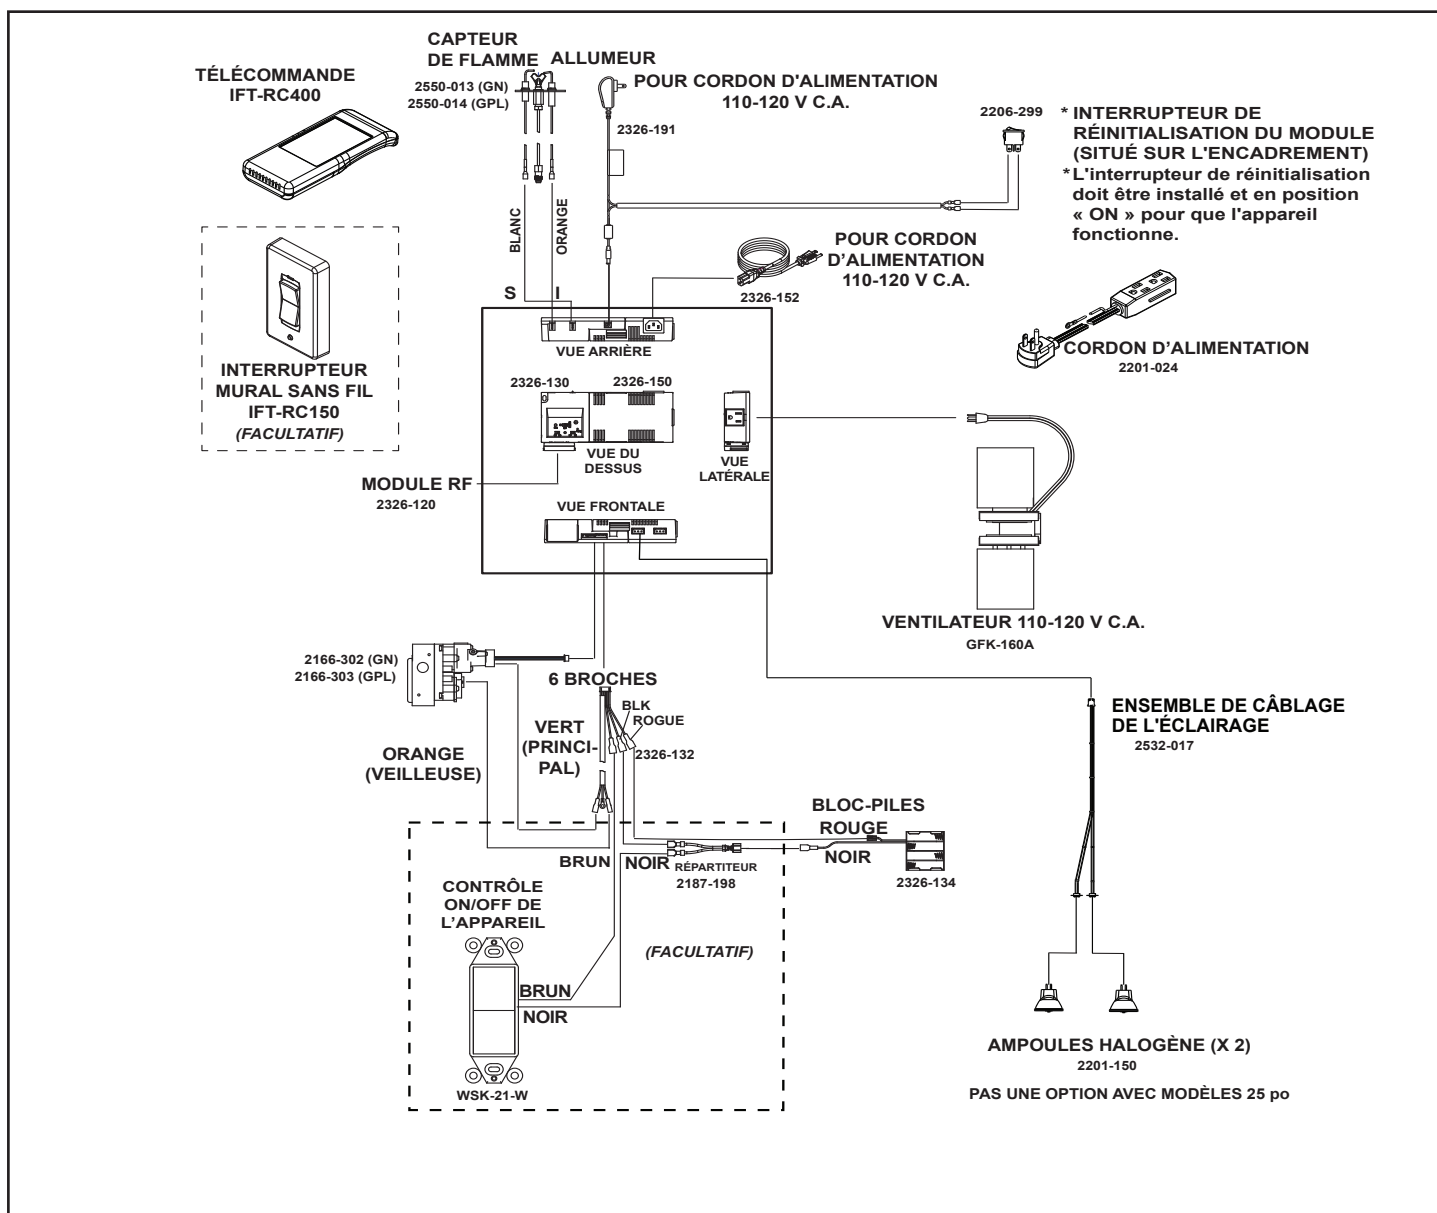

Figure 6.2 Schéma du câblage IntelliFire™ Tactile
- Consultez la figure 6.2, Schéma du câblage IntelliFire™ Tactile (IPI).
- Réparations / remplacement du ventilateur. La figure 6.2 présente un schéma du câblage.
- Réparations / installation du ventilateur. La figure 6.2 présente un schéma du câblage.
- Réparations / remplacement des lumières halogènes. La figure 6.2 présente un schéma du câblage.